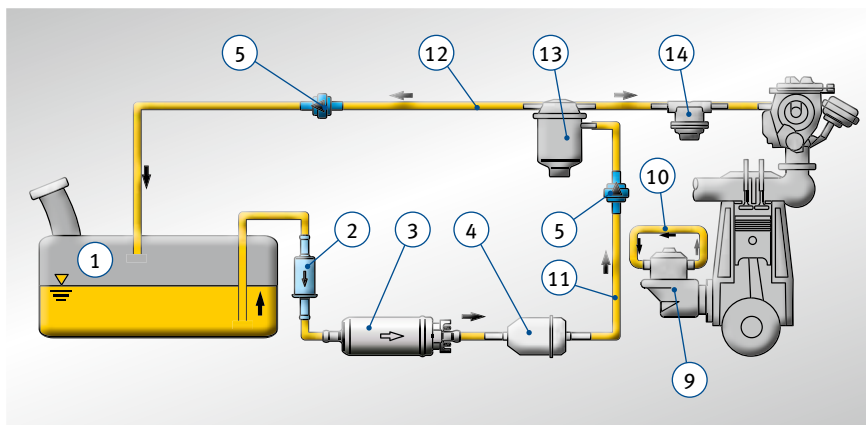

Рис. 6: взамен механического топливного насоса
**Пример: взамен механического топливного насоса (рис. 6)**